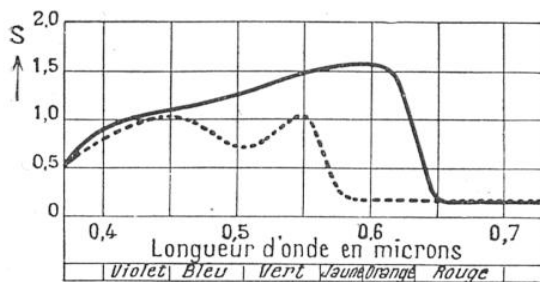

FIG. 11. — SCHÉMA MONTRANT LA SENSIBILITÉ DES ÉMULSIONS ORTHO ET PANCHROMATIQUES AUX DIFFÉRENTES VIBRATIONS LUMINEUSES DU SPECTRE DE LA LUMIÈRE BLANCHE
par contre, les rayons rouges, orangés, et même jaunes. D'où il s'ensuivait que les images photographiques n'offraient pas à l'œil les mêmes contrastes que les objets photographiés eux-mêmes. Les efforts des chercheurs ont donc tendu à préparer des émulsions dont la courbe de sensibilité se rapprochât, autant que possible, de celle de l'œil. On est ainsi arrivé récemment à réaliser des émulsions dites « orthochromatiques » et « panchromatiques », nécessaires à la reproduction fidèle d'un sujet (1). Les premières sont sensibles au jaune, tandis que les autres sont impressionnées par le rouge lui-même (voir fig. 11), ce qui exige d'ailleurs des précautions spéciales pour leur manipulation à la chambre noire.